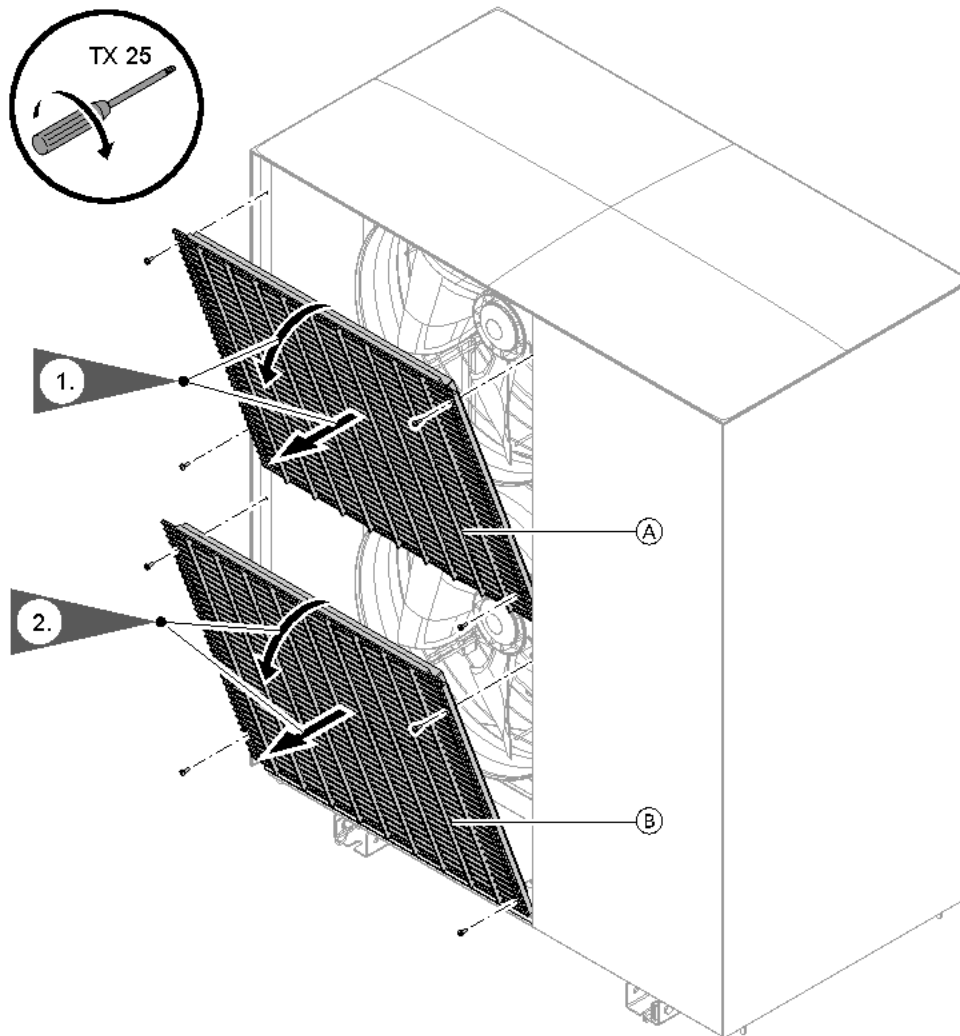

Abb. 97
2. Schutzgitter Ventilator abbauen: Siehe Abb. 97.
4. Schutzgitter Ventilator und Deckel abbauen: Siehe Abb. 97 und 96.
2. Schutzgitter Ventilatoren abbauen: Siehe Abb. 97.